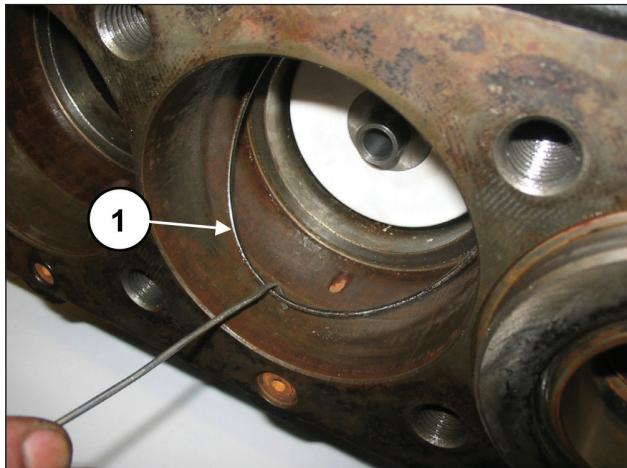

图160
如果密封圈底座底部的O形圈留在泵壳（部件号①，图160）内，则将之拆除。